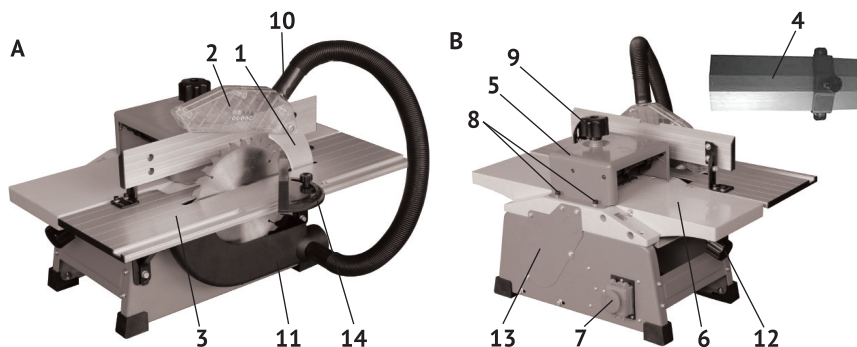
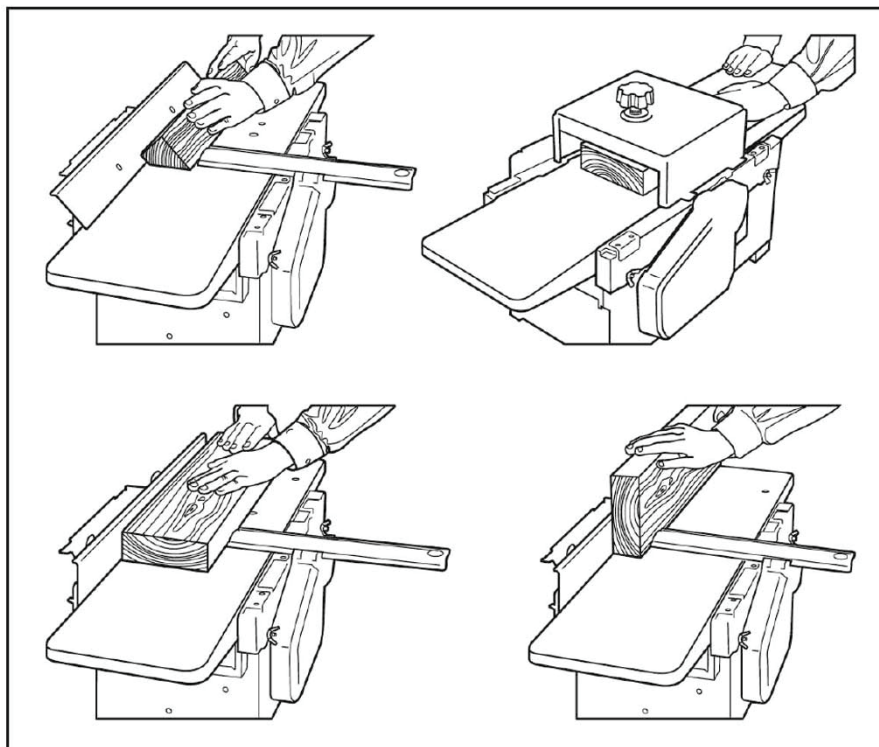

Рис. 1
Рис. 3
4.1 Общий вид станка схематично представлен на рис.1 (а; b)
Пуск станка осуществляется с помощью выключателя (7) (рис. 1).
- отвернуть ручку регулировки глубины строгания (12) (рис. 1В);
- вращением ручки, переместить подвижный стол 6 (рис. 1В) на необходимую глубину строгания, совместив риску R на подвижном столе с необходимым значением штриха на шкале (1) (рис. 3);